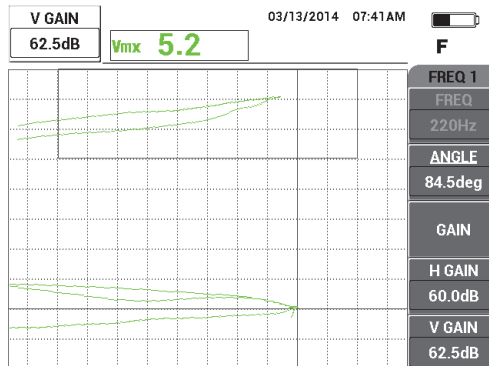

Figura 5-26 Ajuste de ganho vertical
7. Pressione a tecla GAIN (**dB**) três vezes para acessar o parâmetro V GAIN e aumente o ganho vertical até o sinal alcançar a última divisão vertical da tela que é equivalente a 90% da altura da tela (veja Figura 5-26 na página 147).